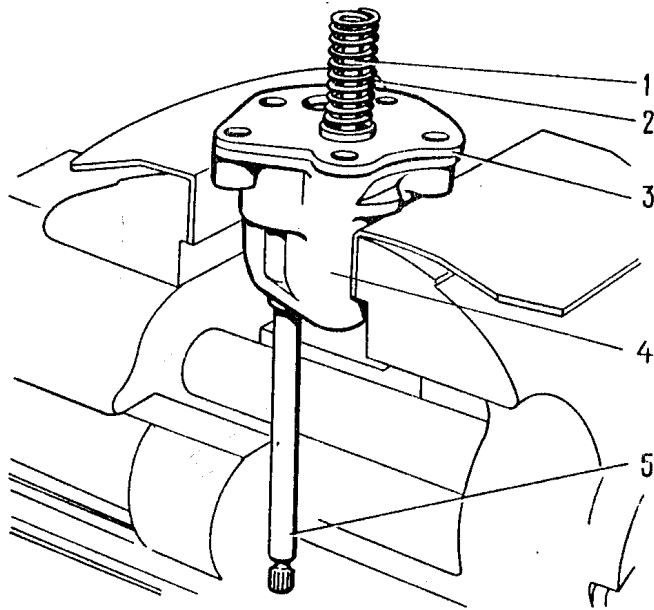

Fig. 2-69. Despiece de la bomba de aceite:
- quitar la tapa 3 (fig.2-69) del cuerpo de la bomba y extraer del cuerpo el eje de la bomba con el piñón conductor, y el piñón conducido.